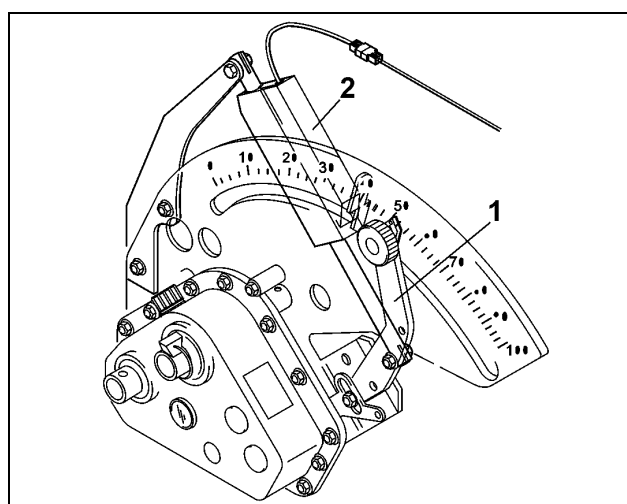

Fig. 80
- regolazione a distanza della quantità di semente: la leva del riduttore (Fig. 80/1) consente di impostare in modo continuo il numero di giri delle ruote di semina, e quindi la quantità di semina. Per impostare la quantità di semente, il servomotore (Fig. 80/2) che attiva la leva del riduttore viene comandato da **AMATRON⁺**. La quantità di semente impostata e il valore sulla scala possono essere letti sul display **AMATRON⁺**.